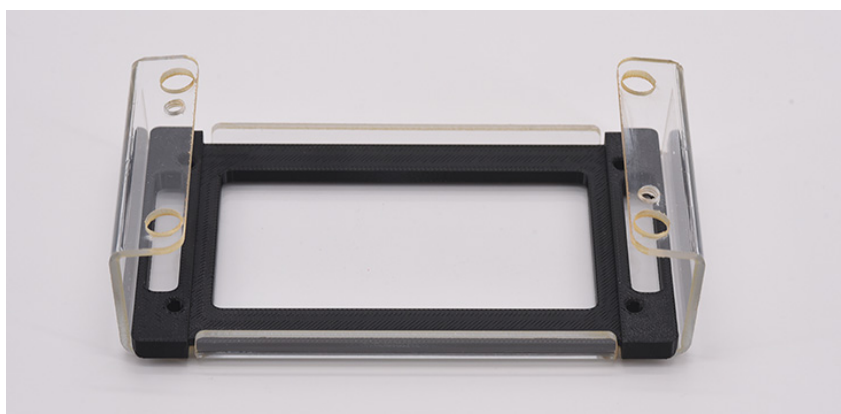

Figure 100 Station d'accueil de l'array avec socle pour plaque en place
- 2 Placez le socle pour plaque à l'intérieur de la station d'accueil de l'array, comme illustré dans la **Figure 100**.